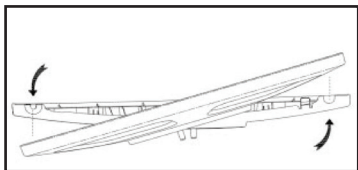

Рис. 1
- Вентилятор поставляется с разобранным основанием (1). Запрещается включать вентилятор без основания (1).
- Совместите половинки основания (1) и соедините их до срабатывания фиксаторов (рис. 1).